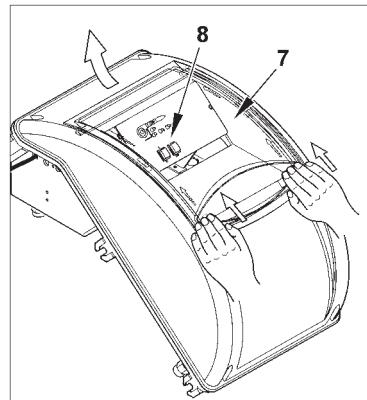

Рисунок 4
- 4) Для закрытия крышки электрического щита, закрутите 4 винта (1), используя момент затягивания, равный приблизительно 5 Нм, для обеспечения правильного уплотнения. Теперь можно получить доступ к панели управления (8). Отцепите прозрачное окошко (7), слегка надавливая руками в направлении стрелок, как на рис. 4. Переместите окошко вперёд на некоторый отрезок, после чего отделите его от крышки.
- 5) Для правильного расположения прозрачного окошка на щите поступайте в соответствии с рисунком 5: поместите крюки в соответствующие гнёзда (9), продвиньте окошко в направлении, указанном стрелкой, пока не услышите лёгкий щелчок. Теперь обеспечено должное уплотнение.